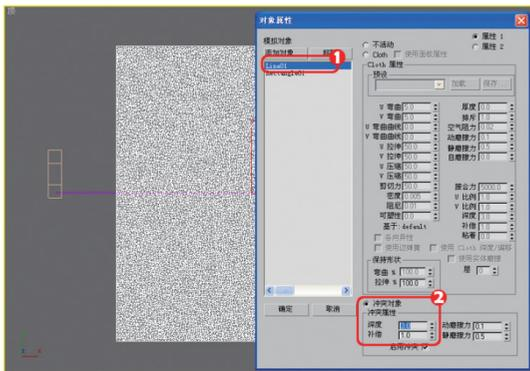

图9-75 设置冲突对象
**06** 然后，选中【冲突对象】单选按钮，并将【深度】设置为3，如图9-75所示。